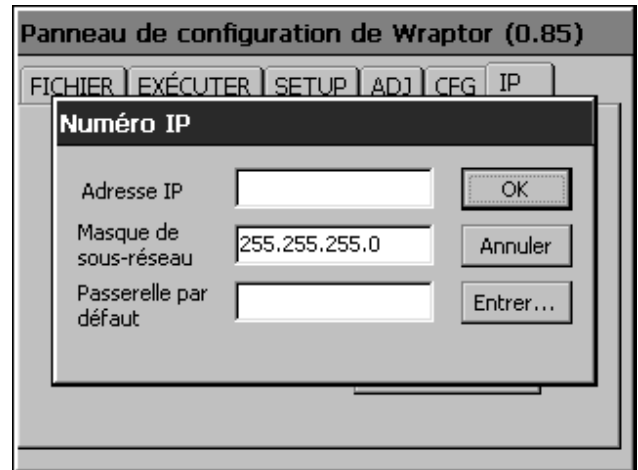

Figure 24. Saisie de l'adresse IP fixe
- ◆ La boîte de dialogue N° DNS (*Figure 24*) apparaît.
- ◆ Appuyez sur le bouton **Entrer le N° IP...** pour accéder à la boîte de dialogue *Numéro IP* (*Figure 24*). Répétez l'opération pour entrer les adresses IP dans cette boîte de dialogue.